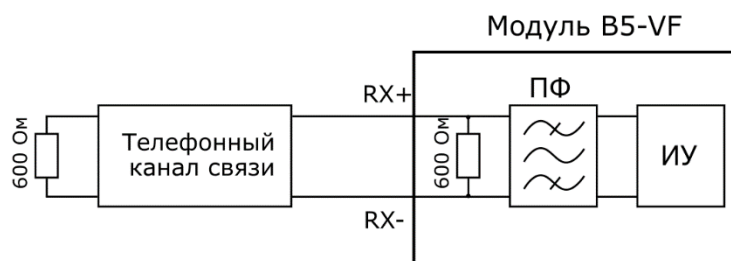

Рисунок 9.1. Схема измерения уровня псофометрического шума
Измерения выполняются в соответствии со схемой, приведённой на рис. 9.1.
1. Подключить прибор по схеме, приведённой на рис. 9.1. Измеряемый канал связи подключается к разъёму Input модуля В5-VF (см. рис. 5.1).